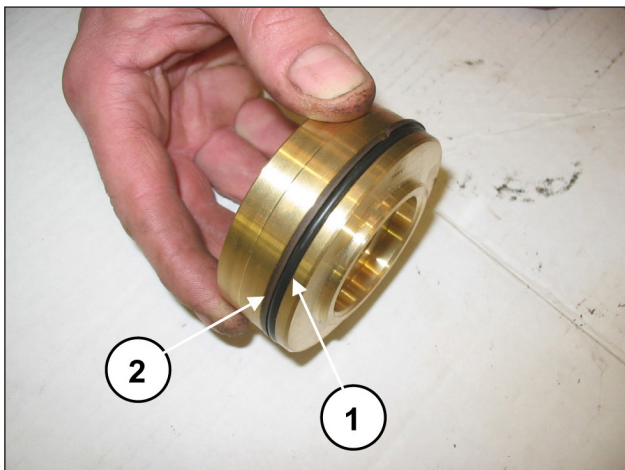

Fig. 125
Montare O-ring, pos. esploso n. 19 (pos. ①, Fig. 125) e anello antiestrusione, pos. esploso n. 23 (pos. ②, Fig. 125) sul tappo valvola di mandata.